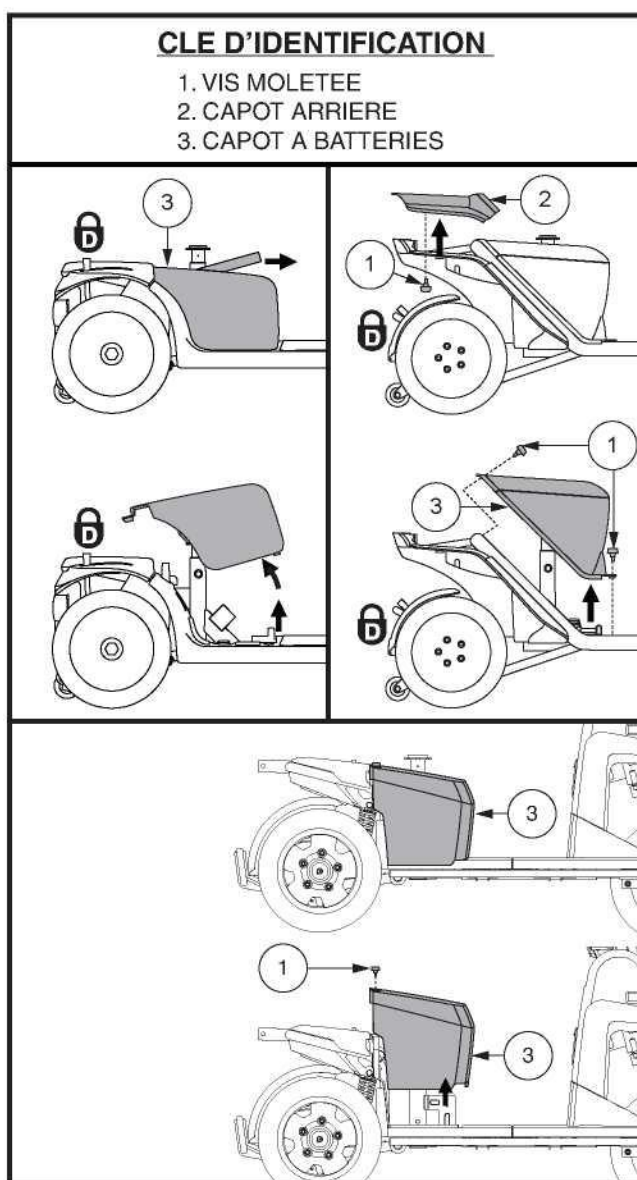

Figure 15. Retirer/Installer le protecteur de la batterie
1. Retirez le siège et le capot à batteries. Voir la figure 15.
- a.) Pour modèles 614 et 714, retirez les deux (2) vis moletées du le capot arrière du scooter qui le fixe sur la structure et soulevez-le à la verticale. Voir la figure 15.
- b.) Pour modèles 614 et 714, retirez les quatre (4) vis moletées du couvercle à batteries qui le fixe sur la structure et soulevez-le à la verticale. Voir la figure 15.